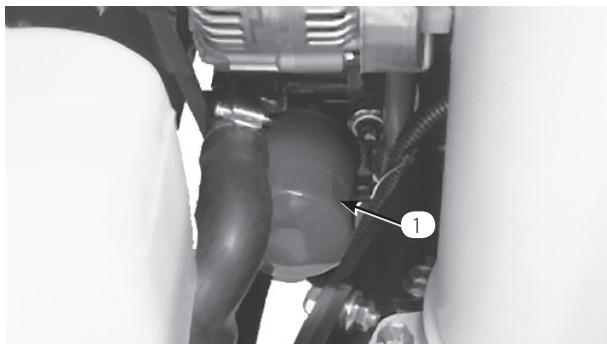

図 45
2. オイル・フィルタ(図45)を取り外す。新しいフィルタのシールに薄くエンジン・オイルを塗って取り付ける。締めすぎないように注意すること。